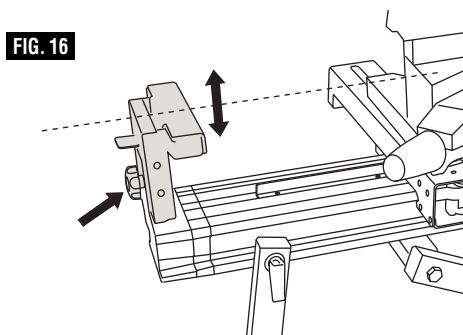

FIG. 16
1. Desserrez le bouton de verrouillage situé au bout du rail de rallonge, comme illustré à la Figure 16, et élevez le mécanisme de soutien de la hauteur de travail de façon qu'il soit de niveau avec le dessus de la table sur laquelle la scie à onglet est installée.